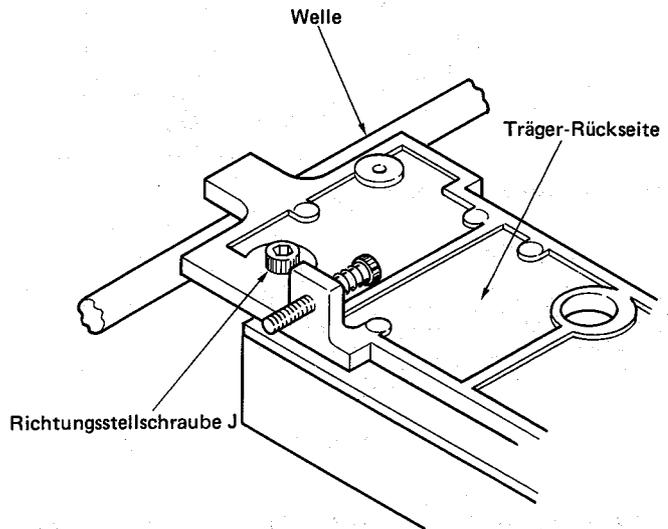

Abb. 15
- 10) Den Kopf der Stellschraube für Richtung J (siehe Abbildung 15) nach Abschluß der Einstellung mit Sicherungsmittel sichern.